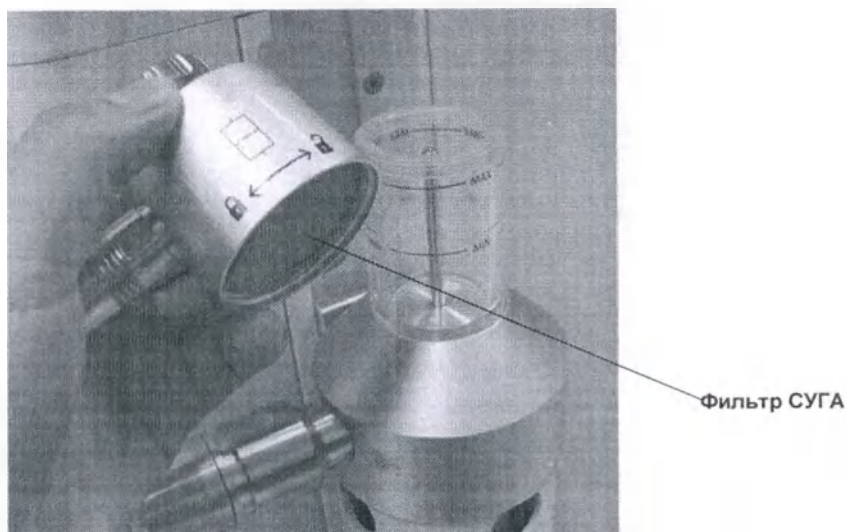

РИСУНОК 7-24 Снятие крышки СУГА/проверка фильтра СУГА
4. РИС. 7-24. Снимите крышку СУГА. Проверьте фильтр СУГА и при необходимости вытряхните его над мусорным контейнером. Если фильтр необходимо заменить, утилизируйте старый фильтр в соответствии с местными нормативами.